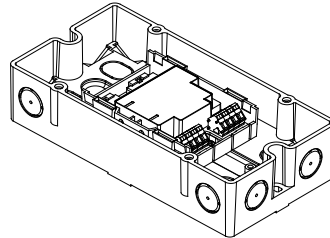

Рис. 3
- вне шкафа или контрольной панели: с использованием защитного корпуса FDCH221 (Рис.3).
3. Закрепите защитную коробку на ровной поверхности двумя винтами (M4). (Рис.3) Расстояние между отверстиями: 182.0±1.0 мм.
2. Закрепите модуль в нижнюю часть защитного корпуса двумя винтами (Рис.3).